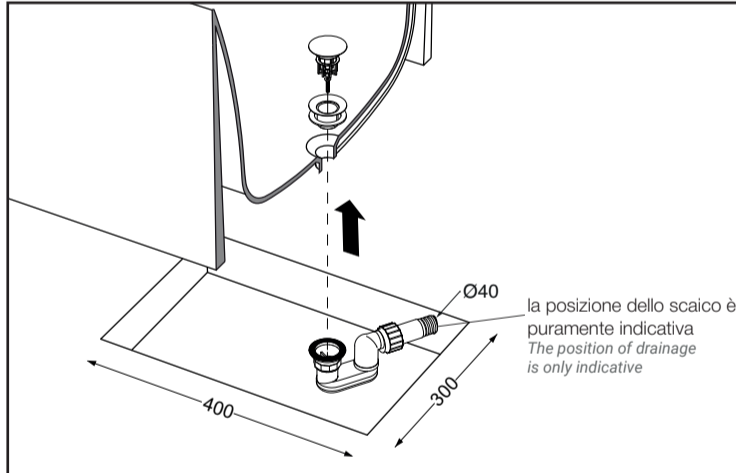

Fig.2
- Attenzione: questo modello di vasca ha uno spazio sotto al foro di scarico di 8 mm. In base al tipo di scarico da montare verificare se è necessario preparare un pozzetto opportunamente collocato tenendo conto dell'ingombro della vasca/dimensioni indicate (vedi fig.2)
Attention: this bathtub model has a space of 8mm under the drainage hole. According to the type of drain to be fitted, check the need for a drain sump, to be located taking into account the volume of the bathtub/dimensions indicated (see fig. 2)